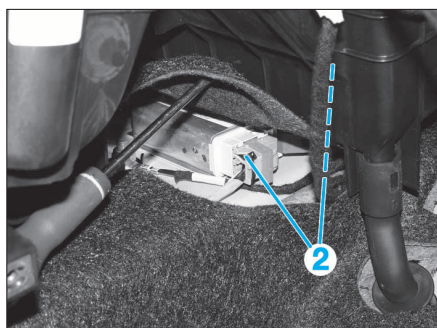

FIG. 21
- Sous le tapis, débrancher les 2 connecteurs (2) (Fig.21).